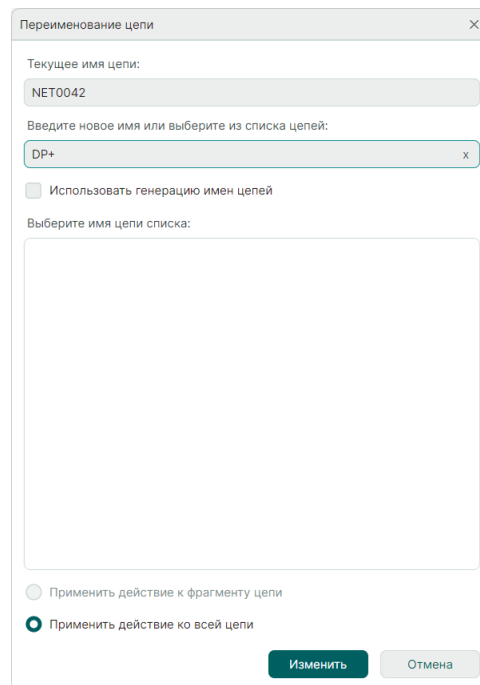

Рис. 135 Переименование первой цепи для создания диффпары
3. В окне «Переименование цепи» в поле «Введите новое имя или выберите из списка цепей» введите имя с суффиксом «+» или «_P» (сохраненные в системе в окне «Панель управления» суффиксы для формирования диффпары) в конце имени, см. Рис. 135.